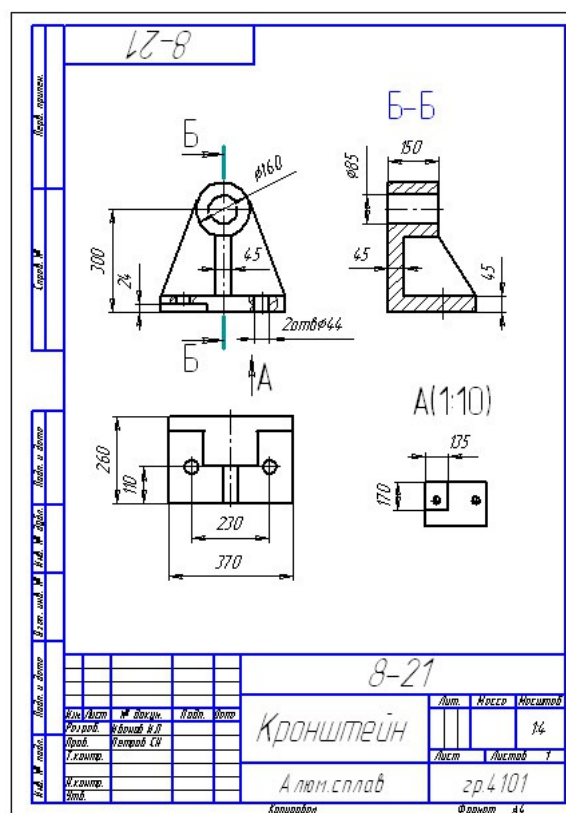

Рис.9
Рассмотрим алгоритм построения чертежа, показанного на рис.9.:
11. Заполним рамку основной надписи. (Рис.9), перенесём за пределы чертежа оси координат.